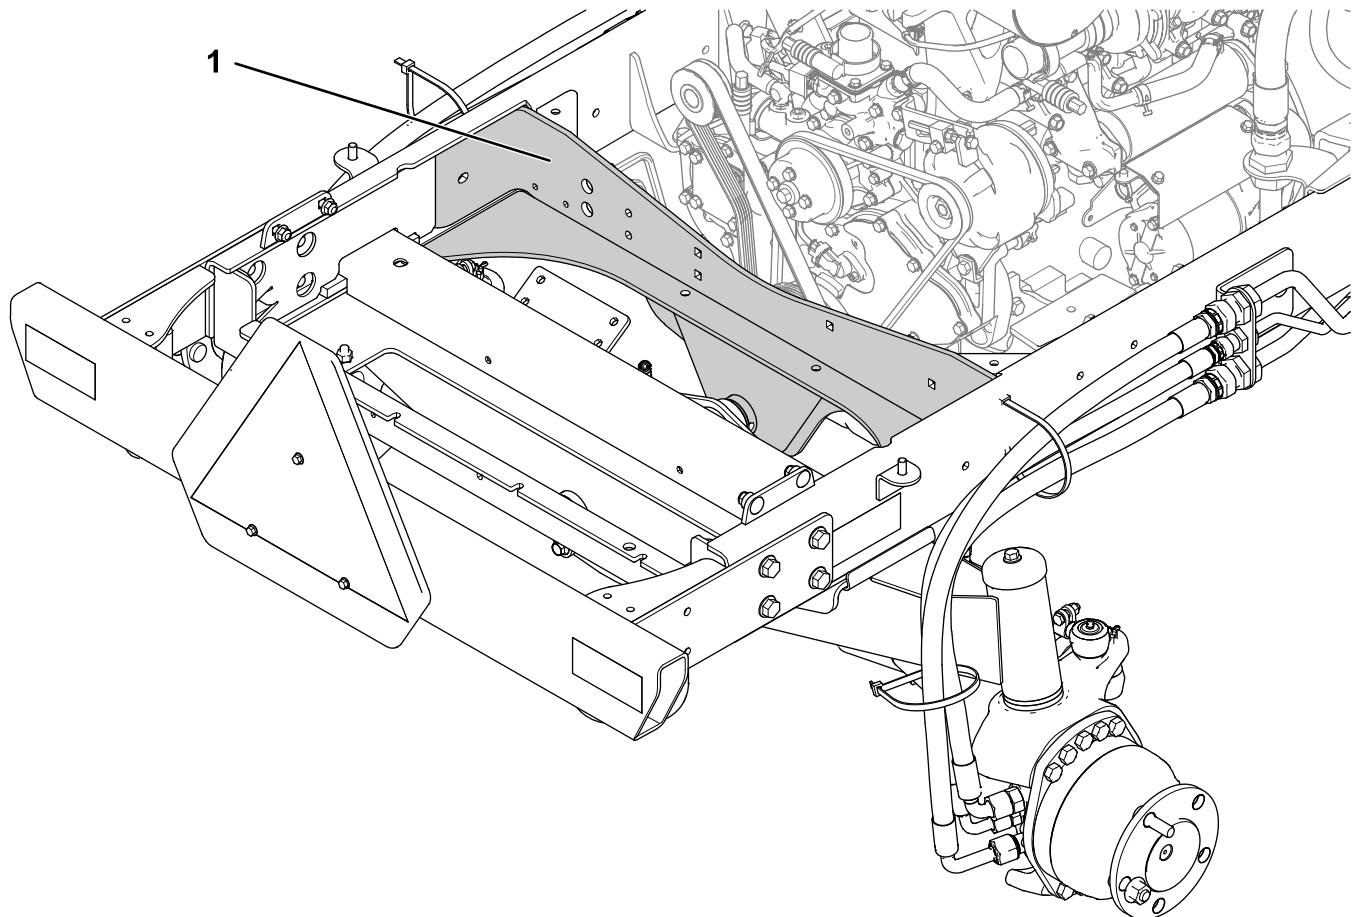

Figura 4
2. Remova quaisquer peças localizadas entre o motor e a parte traseira da máquina de modo a que o suporte do eixo traseiro fique exposto (Figura 4):